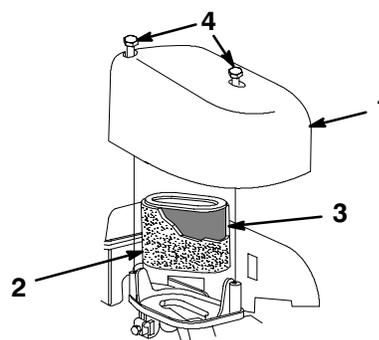

Figure 24
3. Retirez les vis de fixation du couvercle du filtre à air (Fig. 24).
4. Déposez le couvercle et nettoyez-le soigneusement (Fig. 24).
6. Nettoyez-le à l'eau avec un détergent doux, puis séchez-le en le serrant légèrement dans un chiffon (Fig. 24).
7. Enlevez et jetez l'élément filtrant en papier (Fig. 24).
8. Placez le préfiltre en mousse sur le nouvel élément en papier (Fig. 24).
9. Posez le filtre à air neuf (Fig. 24)
10. Posez et fixez le couvercle en place (Fig. 24).